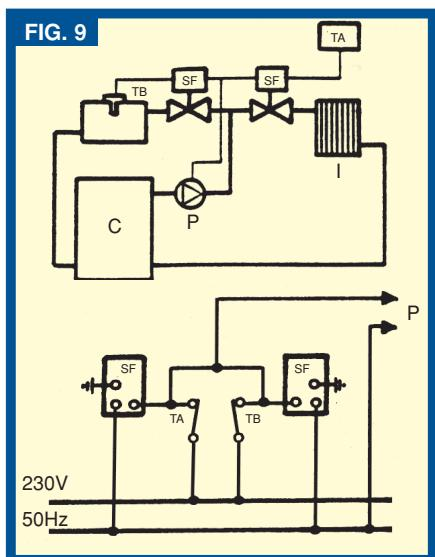

FIG. 9
2) APPLICAZIONE CON PRECEDENZA AL BOLLITORE Questo sistema (Fig. 9) realizzato con valvole a due vie è utilizzato quando la richiesta di portata all'impianto di riscaldamento differisce da quella richiesta dal bollitore. In questo caso si possono scegliere valvole con passaggi diversi, al fine di contenere le perdite di carico.
APPLICATION EXAMPLE 2) GIVING PRIORITY TO THE HOT WATER HEATER This system in (fig. 9) including two-way valves is used when the delivery rate at the system is different from the hot water storage tank requirements. In this case valves with different outlets can be chosen to control the load loss.
ANWENDUNGSBEISPIEL 2 VORRANG BOILER Dieses System (fig. 9) mit Zwei-Wege-Ventilen wird eingesetzt, wenn der für die Anlage erforderliche Durchsatz von den Anforderungen des Boilers abweicht. In diesem Fall können Ventile mit anderen Durchmessern gewählt werden um die gewünschten Strömungsverluste zu erhalten.
2) APLICACIÓN CON PRIORIDAD RESPECTO AL HERVIDOR Este sistema (Fig. 9) realizado con válvulas de dos vías se utiliza cuando la demanda de caudal al sistema de calefacción difiere respecto de la del hervidor. En este caso pueden elegirse válvulas con pasos diferentes, con el fin de contener las pérdidas de carga.